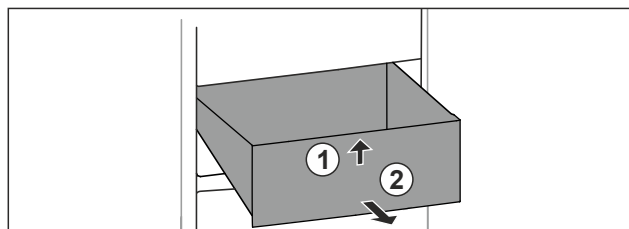

Fig. 136
- ▶ Emelje meg a fiók elejét. Fig. 136 (1)
- ▶ Vegye ki a fiókot előrefelé. Fig. 136 (2)